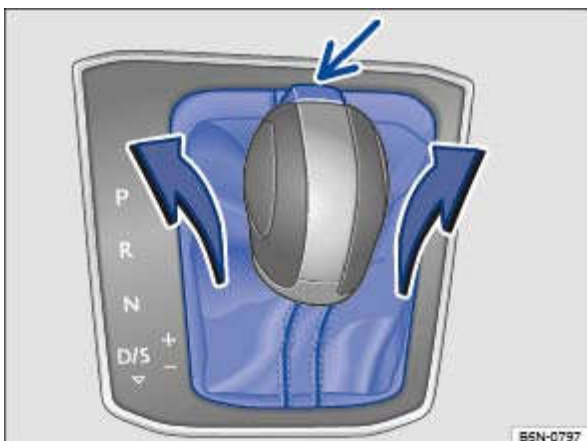

Fig. 255 Console centrale : dépose du cache de la coulisse de changement de vitesses
- Tirez avec précaution le cache vers le haut dans la zone du soufflet du levier sélecteur, les câbles électriques restant branchés → Fig. 255 .